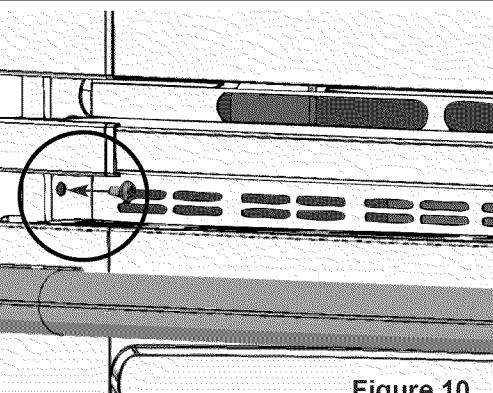

Figure 10
- Les trous de montage situées sur les moulures latérales peuvent servir de gabarit (voir la Figure 10).